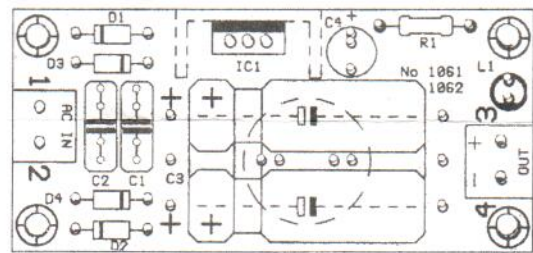
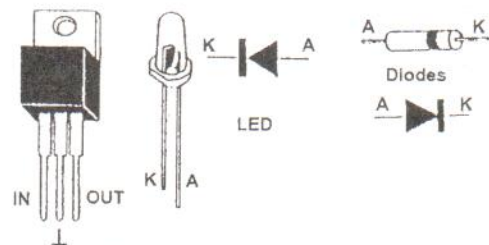

Рис.3 Монтажная схема
Рис.5 Цоколевка элементов
- отформуйте выводы компонентов и установите их в соответствии с монтажной схемой (рис.3). Цоколевка элементов показана на рис.5;